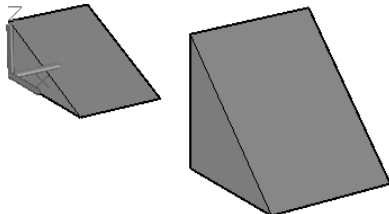

图 14-14 创建第二个楔体
创建的第二个楔体如图 14-14 所示。当然, 用户也可以在“指定角点或 [立方体(C)/长度(L)]:”提示下选择“长度 (L)”提示选项, 以按照分别指定的长、宽、高创建楔体。